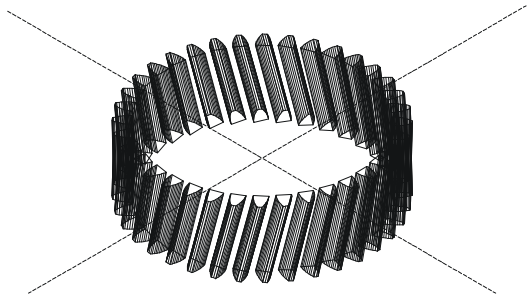

图 10-2-9
STEP 11 接下来对刚才绘制的单个轮齿实体进行阵列, 形成所有轮齿实体, 效果如图 10-2-9 所示。其具体操作如下: